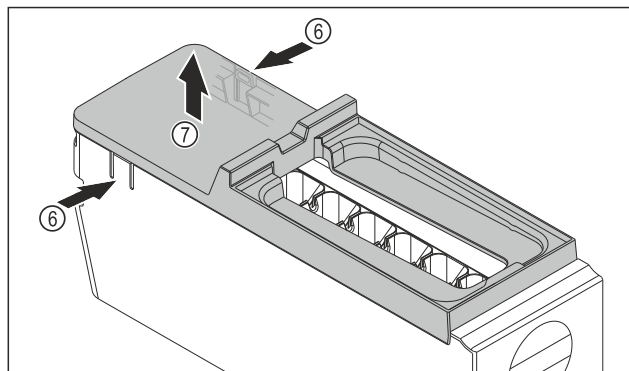

Fig. 122
- ▶ Wymowanie osłony korpusu EasyTwist-Ice: Docisnąć jedną ręką nakładki Fig. 122 (6) po obu stronach korpusu EasyTwist-Ice.
- ▶ Drugą ręką wyjąć osłonę Fig. 122 (7) ku górze.